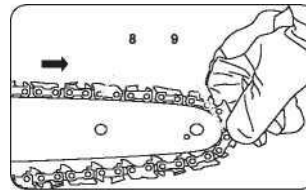

рис. 12
4. Пильну шину необхідно злегка притиснути лівою рукою до кріплення на корпусі і провести ланцюг (8) через направляючу зірочку (9) пильної шини, злегка натягуючи при цьому ланцюг в напрямку стрілки. Встановіть захисний кожух ланцюга і закрутіть затисну гайку, (рис. 12)